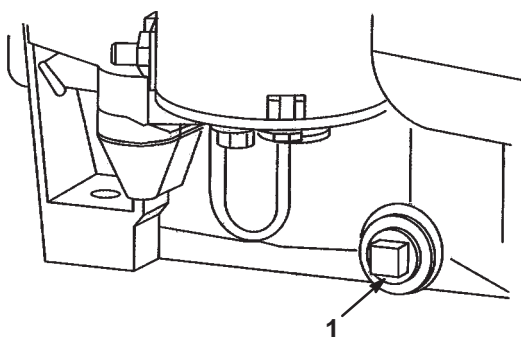

Figure 19
8. Placez un bac de vidange sous le goulot de remplissage/jauge et retirez le bouchon de vidange (Fig. 19).